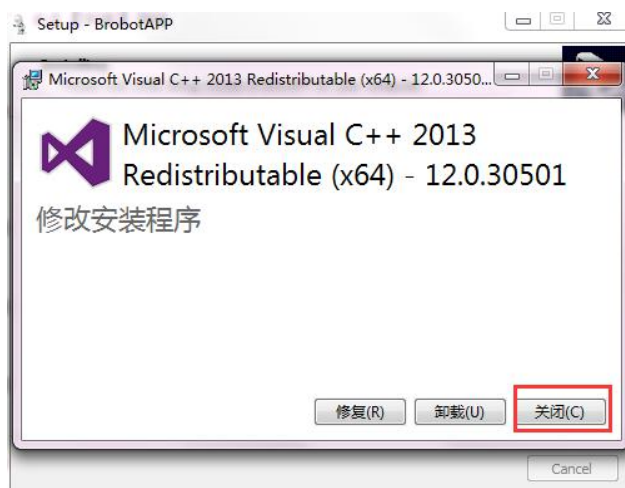

图 1
(2) 如果电脑已经安装了 VC++2013 或 VC++2015，提示界面如图 1，点击【关闭】按钮，后弹出提示信息如图 2，点击【是】按钮：